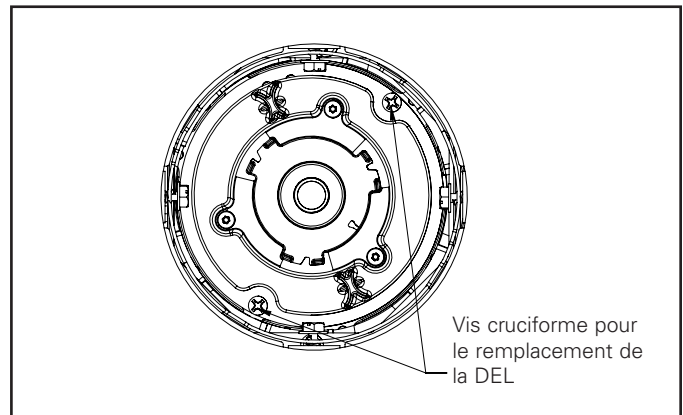

Figure 17.
5. Repérez les deux vis cruciformes sur le dissipateur thermique (Figure 17).
11. Réassemblez l'adaptateur en serrant les deux (2) vis hexagonales plaquées en zinc en vous assurant qu'il affleure au plafond, puis remettez l'optique et la garniture en place.